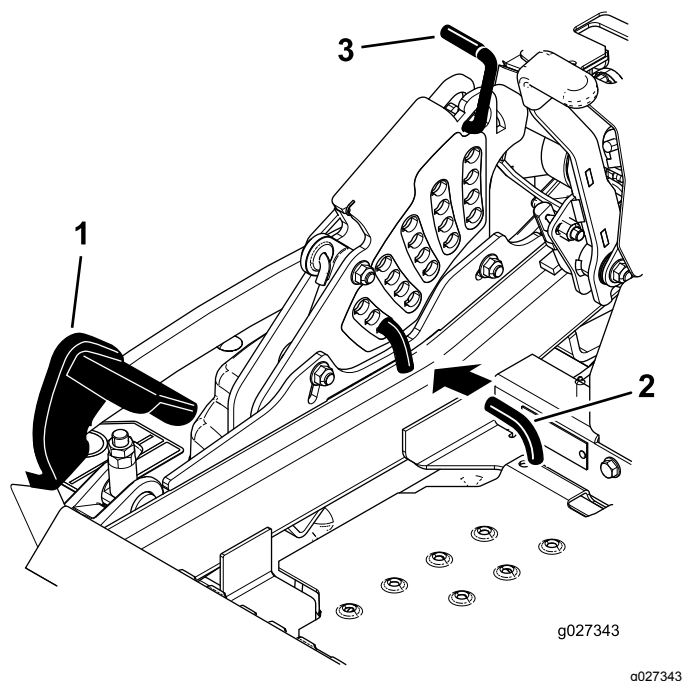

Figura 96
5. Empuje el pedal de elevación de la carcasa hacia delante del todo; la carcasa se enganchará en la posición de transporte de 14 cm (5½") (Figura 96).